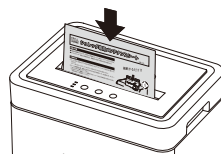

図1
- 細断能力が低下し、頻繁に細断くずがつまるような場合は、シュレッド専用メンテナンスシート(NSE-MSA5)を右の図1のように細断するか、ボトル入りの専用オイル(ISO-030)を図2のように準備し、そのまま細断してカッター部をお手入れしてください。